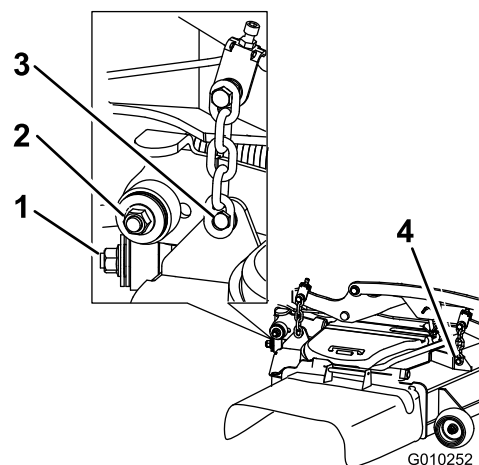

**Figure 122**
5. Soulevez le plancher et insérez un rochet dans le trou carré de la poulie de tension du tablier (Figure 121 ou Figure 122).
6. Tournez la poulie de tension du tablier dans le sens horaire, tirez sur la patte du guide-courroie (modèles à éjection arrière seulement) et déposez la courroie du tablier de coupe (Figure 121 ou Figure 122).